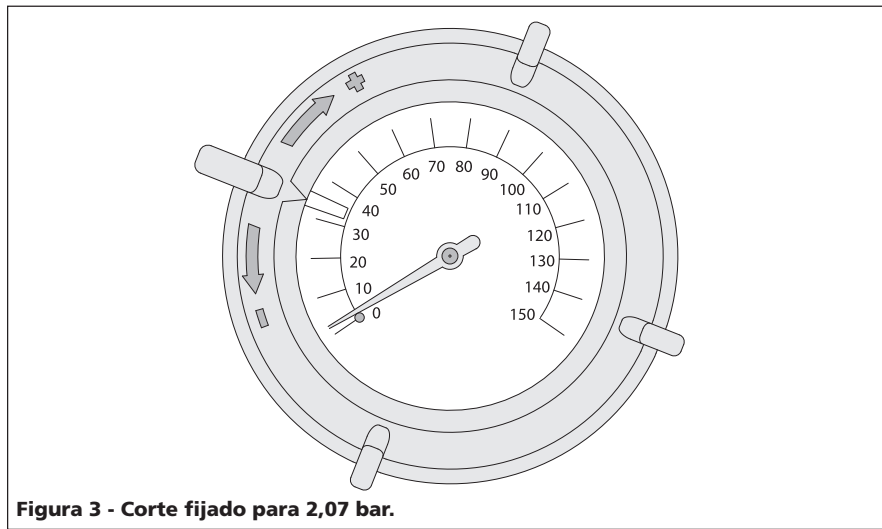

Figura 3 - Corte fijado para 2,07 bar.
4. Ajuste el manómetro de corte automático girando el anillo que se encuentra en el mismo hasta que el borde inferior del puntero se encuentre justo encima de la presión deseada (vea la Figura 3).